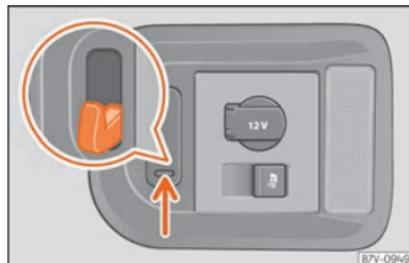

Fig. 176 Dans le coffre à bagages : crochets pour sacs.
Vous trouverez à droite du coffre à bagages des crochets pour sacs basculants »» fig. 176 auxquels vous pouvez suspendre des sacs de courses légers.
- Tirez les crochets pour sacs vers le bas »» fig. 176 (flèche) et rabattez-les.